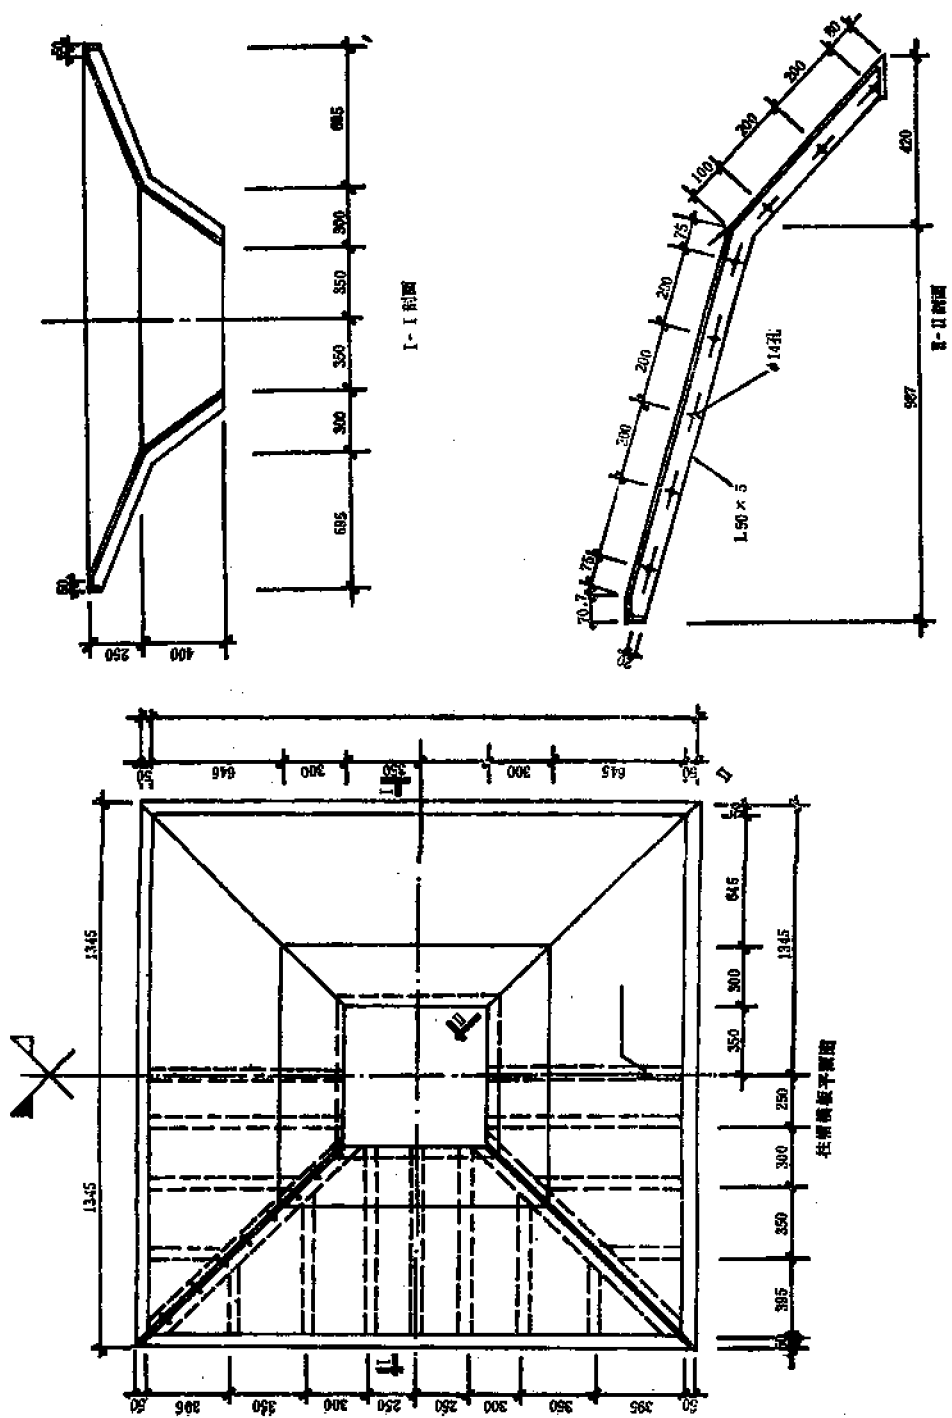

图 2.2.16(9) 柱帽模板
② 柱帽模板, 见图 2.2.16(9)。柱帽模板各部用 $\phi 12$ 螺栓连成整体, 然后吊运至模柱上口用 $\phi 12$ 螺栓连接。当柱子断面由 700mm \times 700mm 变为 600mm \times 600mm 时, 为使用统一的柱帽模板, 在柱模上口加一圈钢板, 以连接柱帽模, 柱帽模板共配制两层。
台模的工作流程见图 2.2.16(10)。
保温各部位构造见图 2.2.16(2)。冷藏间在架空层用的是 1.5m 厚的稻壳,结冻间顶板用聚苯板保温。